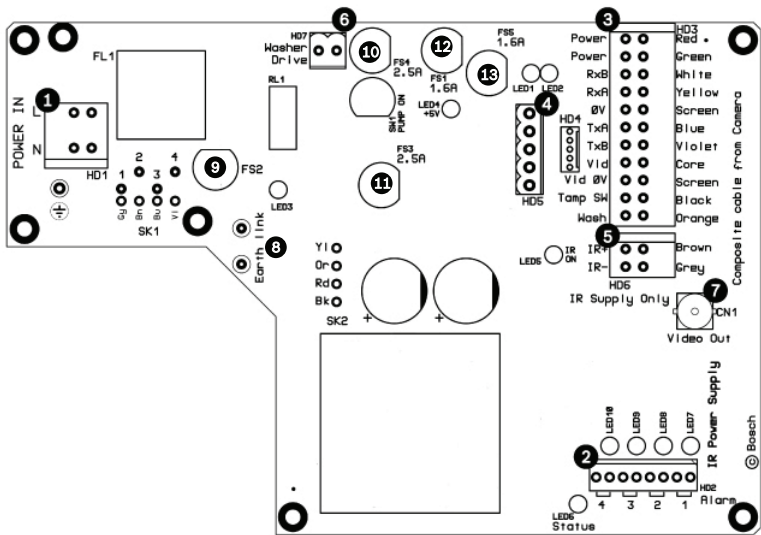

Figura 2.2 Disposición de MIC-IR-240PSU
Las fuentes de alimentación MIC con infrarrojos (MIC-IR-240PSU-UL, MIC-IR-115PSU-UL y MIC-IR-24PSU-UL) tienen cinco (5) fusibles de 20 mm (resaltados en azul en la *Figura 2.2*). La siguiente tabla muestra los valores de fusible que se deben instalar para una protección correcta de las fuentes de alimentación.